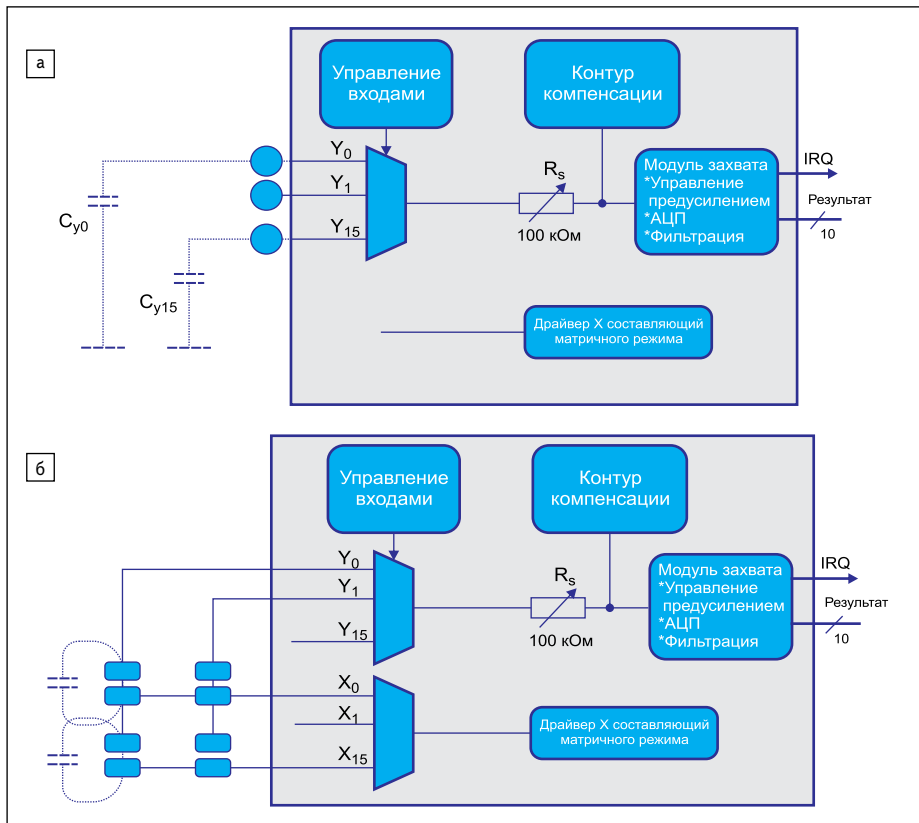

Рис. 3. Режимы работы PTC: а) Self Capacitance; б) Mutual Capacitance
- классическом, с одним сенсором на вывод — Self Capacitance (рис. 3а);
- матричном — Mutual Capacitance (рис. 3б).